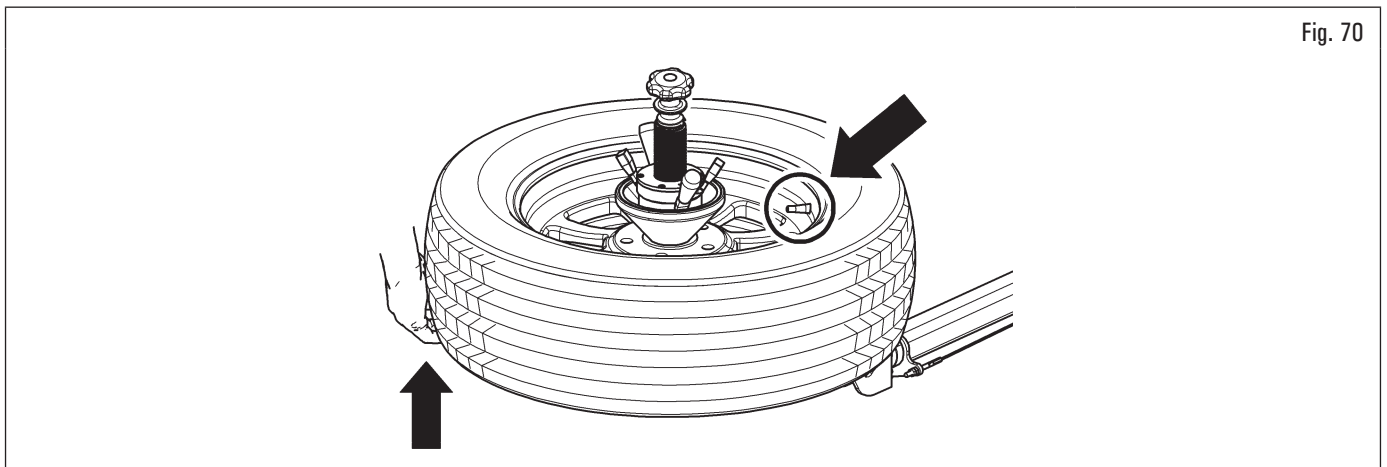

Fig. 70
8. positionner la soupape en correspondance avec le rouleau décolle-pneus inférieur, pousser manuellement le pneu sur le rouleau décolle-pneus (voir Fig. 70), et à l'aide du poussoir approprié (Fig. 6 réf. 2 (G)), soulever le rouleau décolle-pneus inférieur ;